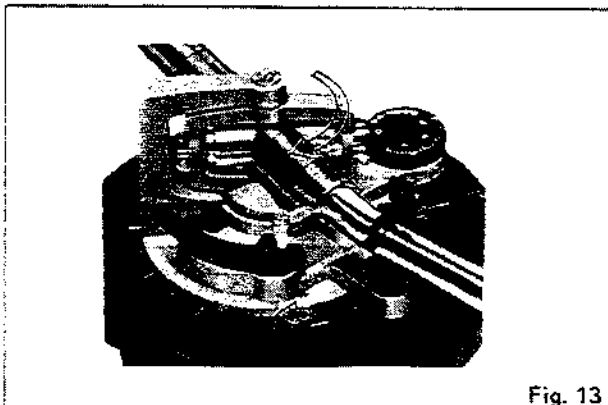

Fig. 13
4. Adjust the arm base so that the red line mark on the arm base is set to the scale "3" of the control ring. Next, secure the positioning base plate with two setscrews. (See Fig. 13)
Stellen Sie den Antiskating-Einstellknopf auf den gleichen Wert ein, wie den Aufgedruck. (Vgl. Abb. 13.)